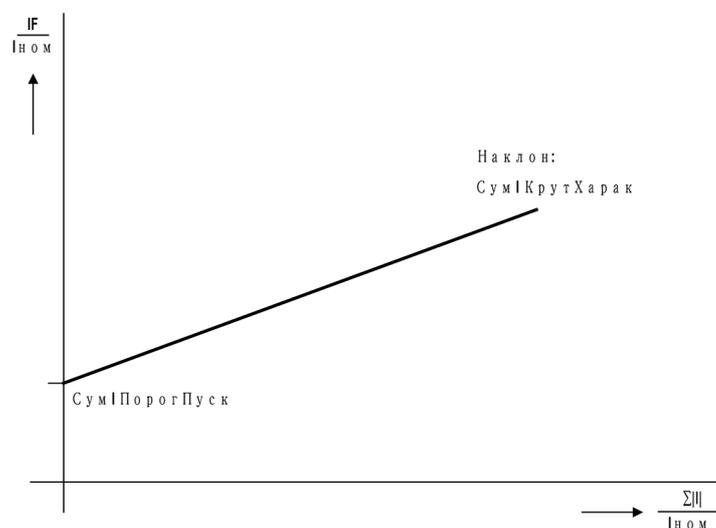

Рисунок 2-64 Контроль суммы токов
**Сум I ПорогПуск8106** и **Сум I КрутХарак 8107** - задаваемые уставки. Составляющая **Сум I КрутХарак** · Iмакс учитывает допустимые пропорциональные погрешности трансформации токов входного трансформатора, которые обычно преобладают при больших токах КЗ (рисунок 2-64). Коэффициент возврата равен приблизительно 97%.